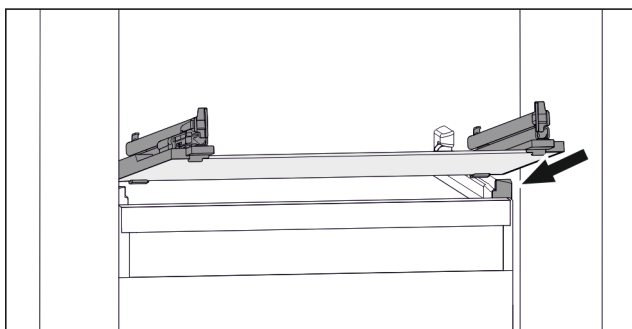

Fig. 103 Примерное отображение стеклянной пластины
- ▶ Наклоняя вниз, установите стеклянную пластину за стопоры. (см. Fig. 103)